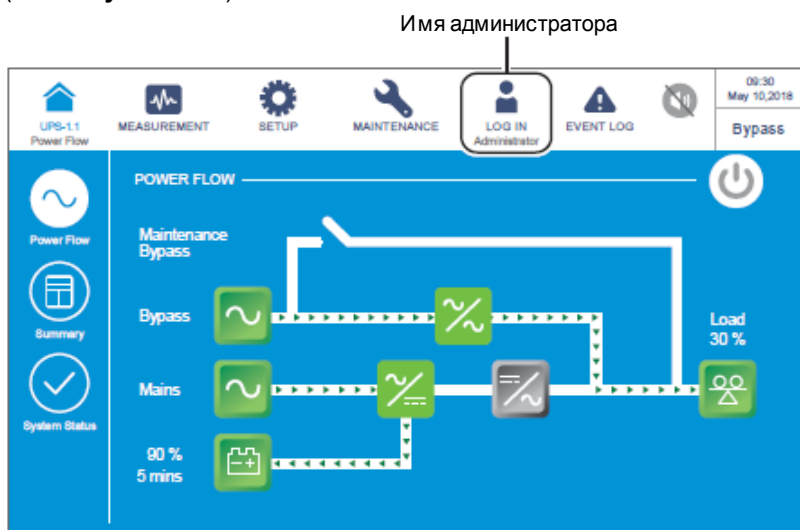

Рисунок 6-65: Экран байпасного режима и имя администратора
- 4 Войти в систему как **Администратор**. Для получения пароля **Администратора** связаться со обслуживающим персоналом. После входа в систему убедиться, что вход произошел под именем **Администратора** (см. **Рисунок 6-65**).